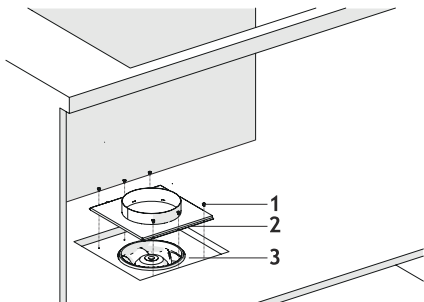

Fig. 21
8. ➔ ■ Skru aftrækspladen på med de medfølgende 6 skruer. (Fig. 21).